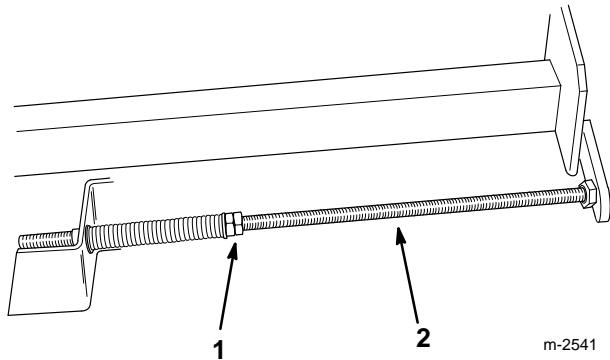

Abbildung 26
3. Die Gegenmuttern an jeder Justierwelle lösen, um die Spannung am Antriebsriemen zu lösen (Abb. 26).